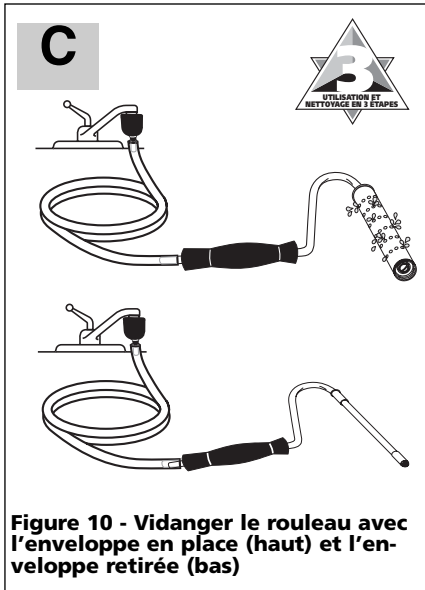

Figure 10 - Vidanger le rouleau avec l'enveloppe en place (haut) et l'enveloppe retirée (bas)
- 4b. Remplissez le contenant d'eau chaude. Utilisez l'adaptateur de robinet, nettoyez le boyau et le cadre du rouleau (et l'enveloppe du rouleau, s'il y a lieu) en attachant l'extrémité large de l'adaptateur du robinet au robinet, puis en insérant la petite extrémité dans le boyau (voir la figure 10). Le robinet créera de la pression tandis que l'eau chaude